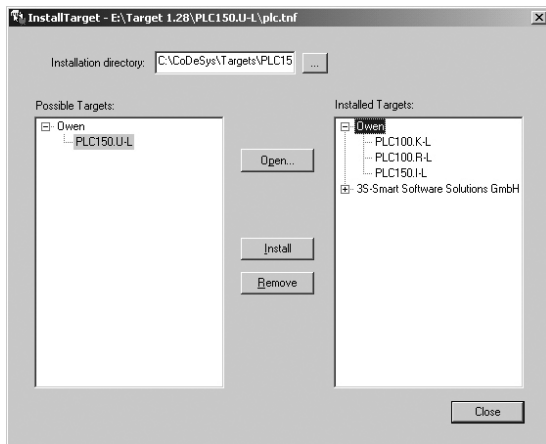

Рисунок 5.1 - Окно «InstallTarget» утилиты InstallTarget
- В открывшемся при запуске утилиты **InstallTarget** окне (рисунок 5.1) – нажать кнопку Open и указать путь доступа к инсталлируемому Target-файлу (имеющему расширение *.tnf, Target Information File). Target-файлы контроллеров ОВЕН ПЛК154 находятся на компакт-диске, поставляемом с контроллером, в папке «Target» или могут быть скачаны с сайта www.owen.ru. При скачивании с сайта папку с Target-файлами надо разархивировать и сохранить на жестком диске ПК.